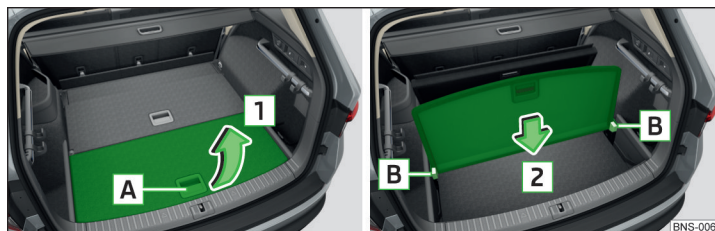

Abb. 160 Gepäckraum unterteilen
- Zum **Unterteilen** des Gepäckraums die hintere Platte des variablen Ladebodens am Griff **A** in Pfeilrichtung **1** anheben und in die Nuten hinter den Führungsnasen **B** in Pfeilrichtung **2** einschieben » Abb. 160.